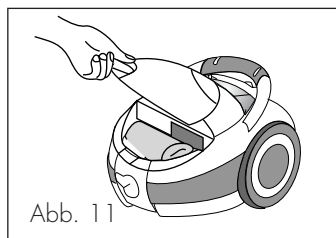
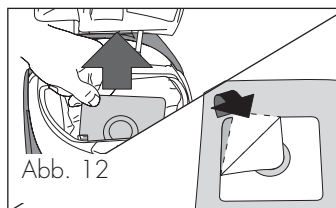

Abb. 11
Abb. 12
Um den Papierbeutel zu wechseln, die Staubraum-Öffnungstaste (M) drücken erst nachdem den Saugschlauch entfernt wurde und den Deckel aufklappen (Abb. 11). Ziehen Sie den Staubbeutel heraus und schliessen Sie ihn indem Sie die linke Oberecke des Kartons - der Schraffierung entlang - nach vorne aufklappen und diese in die Beutelöffnung einstecken (Abb. 12). Somit vermeiden Sie unnötige Staubdispersion. Werfen Sie dann bitte den alten Staubbeutel mit hygienischem Verschluss in einen Müllbehälter.
Wenn der Filter wieder an der vorgesehenen Stelle eingesetzt ist, setzen Sie auch den Gitter ein (Abb. 12).